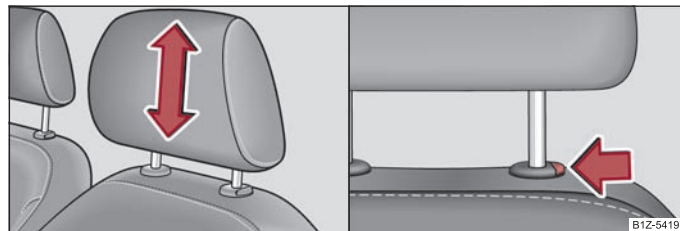

Fig. 58 Tetierele: Reglare/Extragere
- Cuprindeți tetiera cu ambele mâini de părțile laterale și trageți în sus ⇒ fig. 58 - stânga.
- Dacă doriți să împingeți tetiera în jos, trebuie să apăsați tasta de siguranță ⇒ fig. 58 - dreapta și să o menineți apăsată și cu cealaltă mână să apăsați tetiera în jos.
- Apăsați tasta de siguranță în sensul săgeții ⇒ fig. 58 - dreapta și scoateți tetiera.